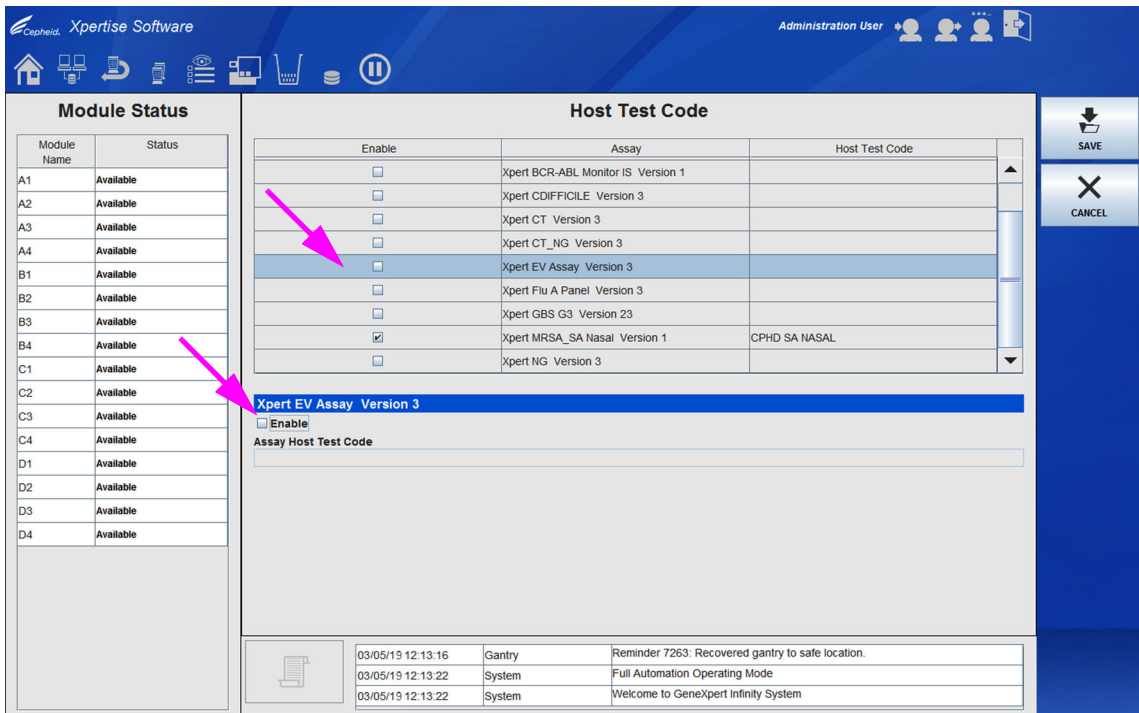

图 2-36. 主机测试代码 (Host Test Code) 工作区 – 单结果检测法
2. 单击**启用 (Enable)** 复选框（参见图 2-36），以允许主机使用定义的检测法测试代码下载测试指令并且 Infinity System 使用此代码将结果上载至主机。